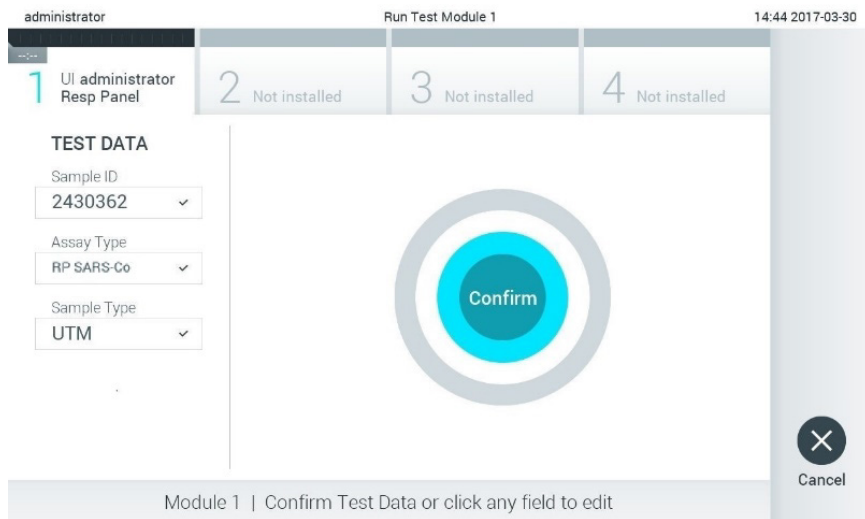

Figura 47. Confirmando a entrada de dados.
10. Pressione Confirm (Confirmar) quando todos os dados exibidos estiverem corretos. Se necessário, selecione o campo apropriado para editar os respectivos conteúdos ou pressione Cancel (Cancelar) para cancelar o teste (Figura 47).